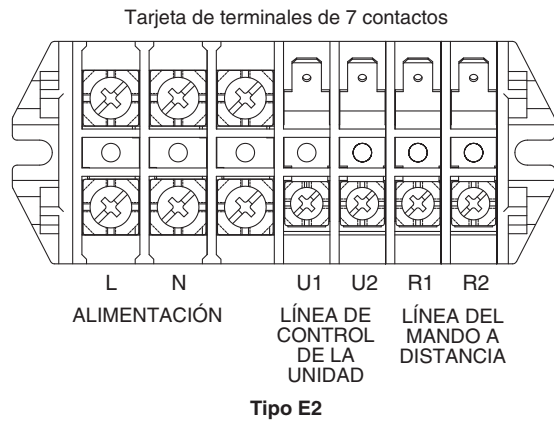

Fig. 4-2
- (1) Consulte la sección 4-2. "Longitud de cables y diámetro de cables recomendados para el sistema de alimentación" para la explicación de "B", "C", "D" y "E" en el diagrama anterior.
- (2) El diagrama de conexiones básicas de la unidad interior muestra las tarjetas de terminales, por lo que las tarjetas de terminales de su equipo pueden ser distintas de la ilustrada. (Fig. 4-2)
- (3) Deberá ajustarse la dirección del circuito refrigerante (R.C.) antes de conectar la alimentación.
- (4) Con respecto al ajuste de la dirección R.C., consulte las instrucciones de instalación suministradas con el mando a distancia (opcional). El establecimiento automático de direcciones se puede ejecutar con el mando a distancia de forma automática. Consulte las instrucciones de instalación suministradas con el mando a distancia (opcional).